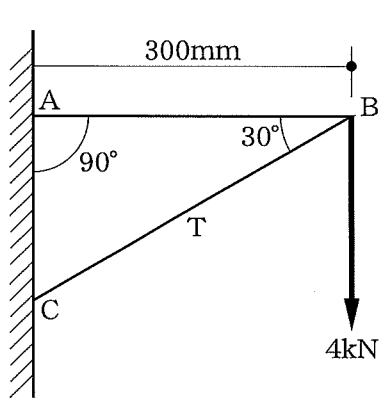

図1
(1) 図1のような骨組みのB点に4kNの力が働くとき、BC部材内に生ずる力Tがいくらであれば釣り合うか値を求めよ。